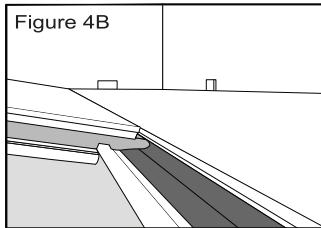

Figure 8
Install the final row as described in the previous steps (Fig. 8).
Paso 8 – Corte las planchas que se usarán en la última fila al ancho deseado considerando el espacio de 7,94 mm (5/16 pulg.) que se necesita entre las planchas y la pared. Instale la última fila según se describe en los pasos anteriores (Fig. 8).